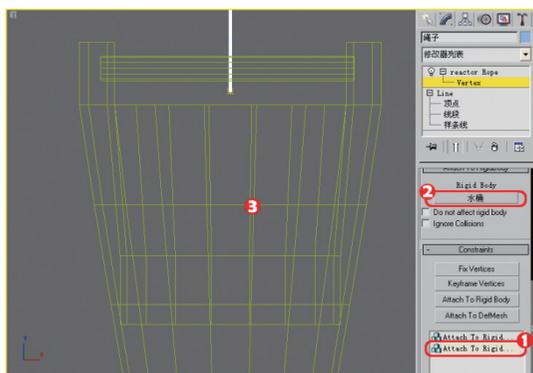

图9-110 绑定水桶
**06** 在列表框中选择该事件，在展开的卷展栏中单击None按钮，并在视图中选择水桶物体，如图9-110所示。